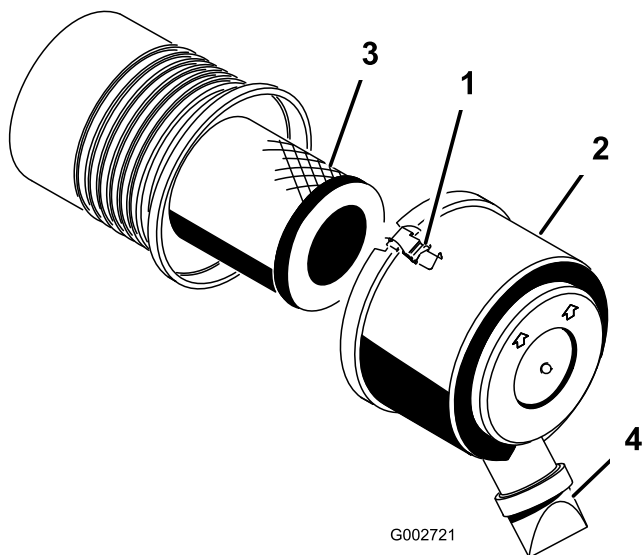

図 26
1. エア・クリーナのカバーをボディに固定しているラッチを外す（図 26）。